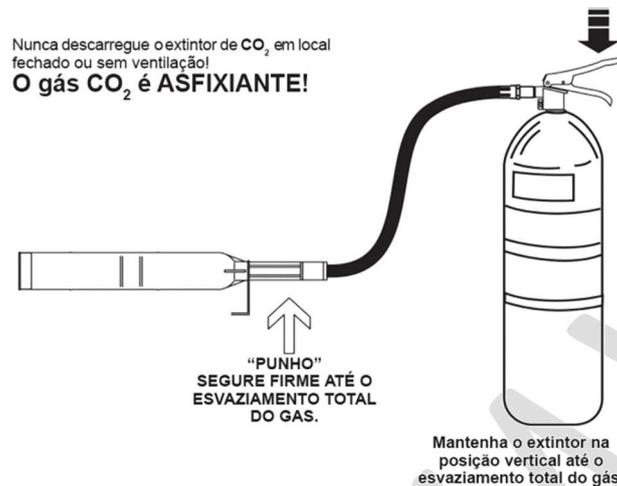

Figura 1: Descarga do extintor
- ❖ Descarregue o extintor em ambiente externo (Figura 1). O gás carbônico é asfíxiante;